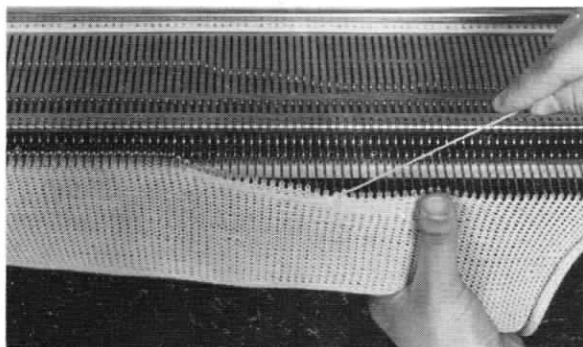

Fig. 57
3. Continuar tirando de la lana para hacer salir los puntos de los ganchillos; los puntos de la pasada anterior están ahora situados en los ganchillos (Fig. 57).